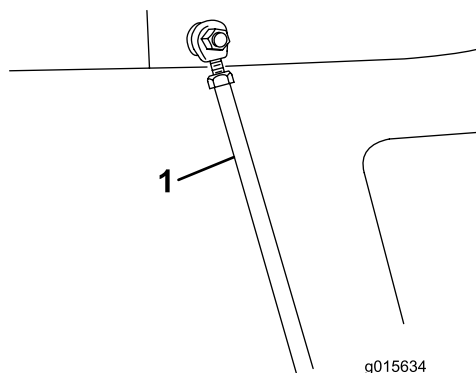

図 21
5. ヘアピンコッターを使って、ホッパーのタイロッドをフレームに固定する図 21。